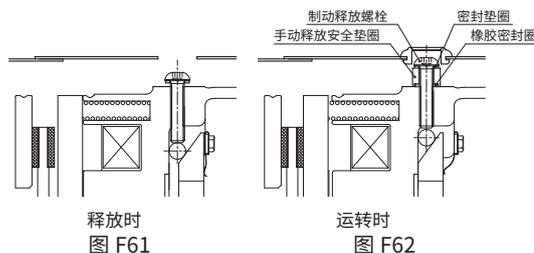

图 F61
- (1) 若为室外型，请拆下室外护罩③窗口部的盖子。取下塞子②(室内型时)，先用六角扳手 (M8 带孔螺栓用) 拆下制动释放螺栓②，取下橡胶密封圈③和手动释放安全垫圈④。
再用六角扳手重新拧入螺栓，制动器即被释放。此时，不要将制动释放螺栓拧得过紧。(请一边确认制动器是否已释放，一边拧入制动释放螺栓②。)(参见图F61)